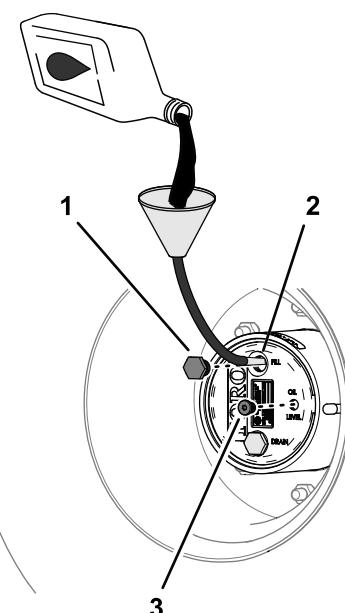

図 98
4. オイルの量が少ない場合は、補給プラグを取り、点検穴からあふれ出てくるまで所定のオイルを補給する図 98 プラネタリギアドライブの潤滑油の仕様 (ページ 66)を参照。
6. 補給プラグと点検プラグを取り付ける図 98。
1. 補給プラグの穴から、新しいオイルをゆっくりと入れる図 98 プラネタリギアオイルの点検 (ページ 66)を参照。
3. 補給プラグと点検プラグを取り付ける図 98 プラネタリギアオイルの点検 (ページ 66)を参照。